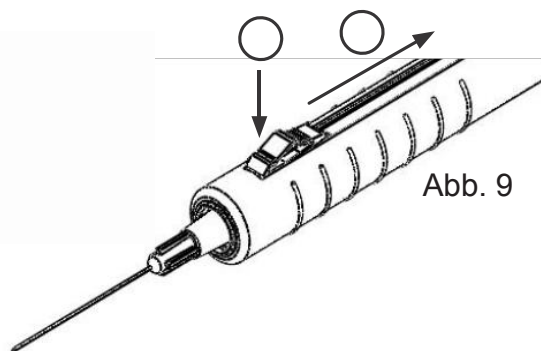

Abb. 9
2. **Um die Kanüle mit einer Hand einzuziehen, drücken Sie den hinteren Teil des Stellhebels mit einem Finger.** Die Kanüle wird automatisch in die Sicherheitsstellung eingezogen. Sie sehen und hören, wie Stellhebel und Kanüle in die Sicherheitsstellung „einrasten“ (Abb. 9, 10).